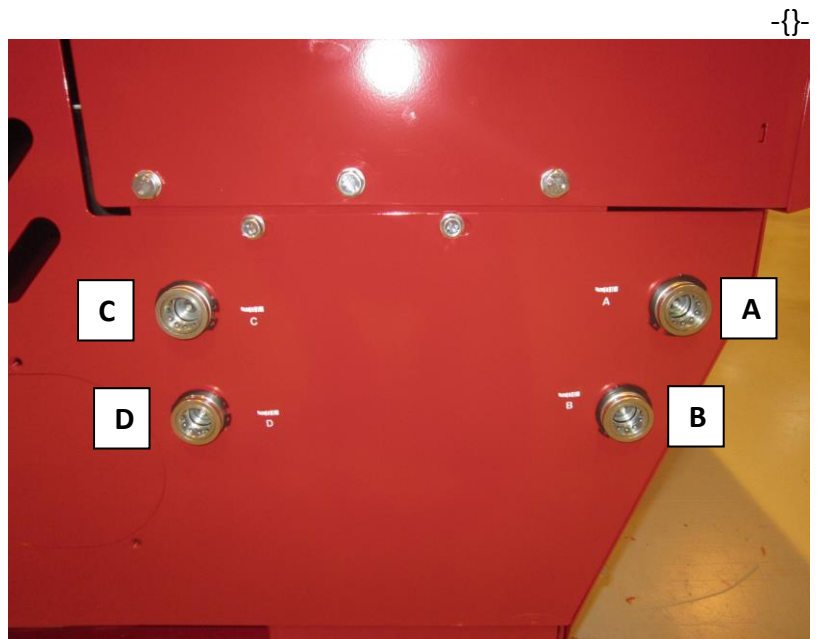
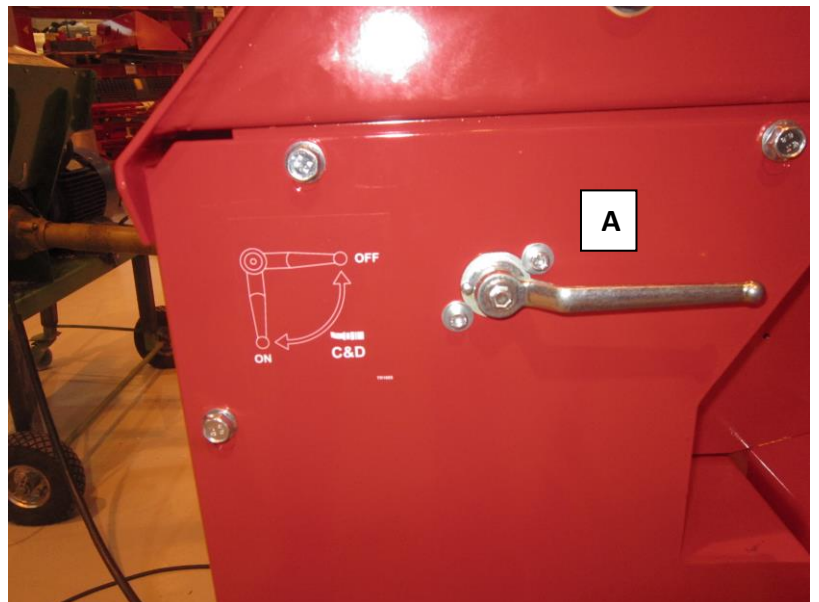

Bild 20.
Bild 21.
Koppla tilläggshydraulik (t.ex. vid bruk av en Woodlift 381-vedlyft) genom att koppla hjälputrustningens hydrauliska slangar till snabbkopplingar C och D på bild 20 (punkt 4.3.4).
3. Sväng kran A i bild 21 fast med hjälp av spak B, vilket släpper olja till snabbkopplingen på bild 20.
**Obs! Kran A ska alltid stängt (som i bild 21) när snabbkopplingarna C och D i bild 20 inte är i användning!!**